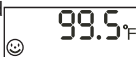

Fig. 3
6. Si la temperatura medida es inferior a 100,4° F, la unidad emitirá una única señal audible corta para indicar que la lectura ha finalizado. Al lado de la lectura se visualizará una carita feliz, Fig. 3.